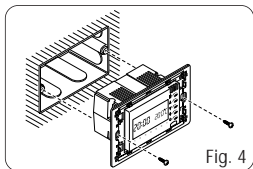

Fig. 4
- Fissare il modulo alla scatola da incasso per mezzo delle due viti in dotazione (fig. 4) rispettando l'indicazione ALTO.